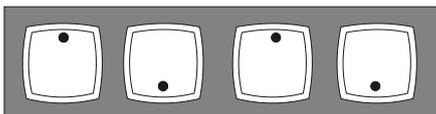

Рис.2
- при этом следует соблюдать расположение уголков согласно рис. 2